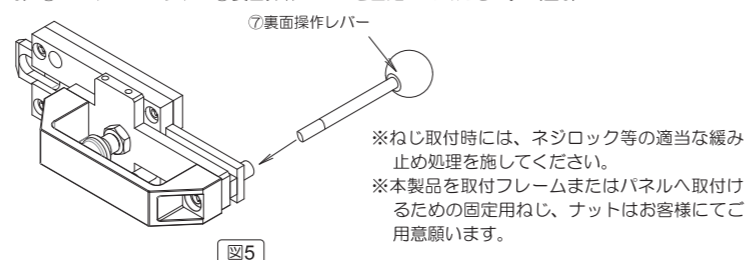

図5
5) ②ハンドルユニットに⑦裏面操作レバーを固定してください。(図5)